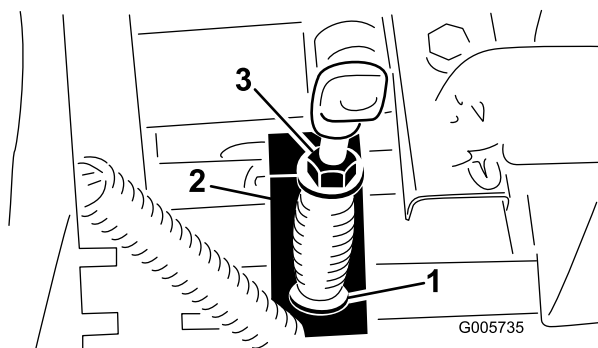

Figure 66
3. Mesurez la longueur du ressort de prise de force entre les rondelles plates (Figure 66). Elle doit être égale à 81 mm.
- 4. Si elle doit être modifiée, maintenez la tête de la vis de réglage avec une clé (placée sous le bras de commande de PDF) et tournez le contre-écrou (Figure 66).